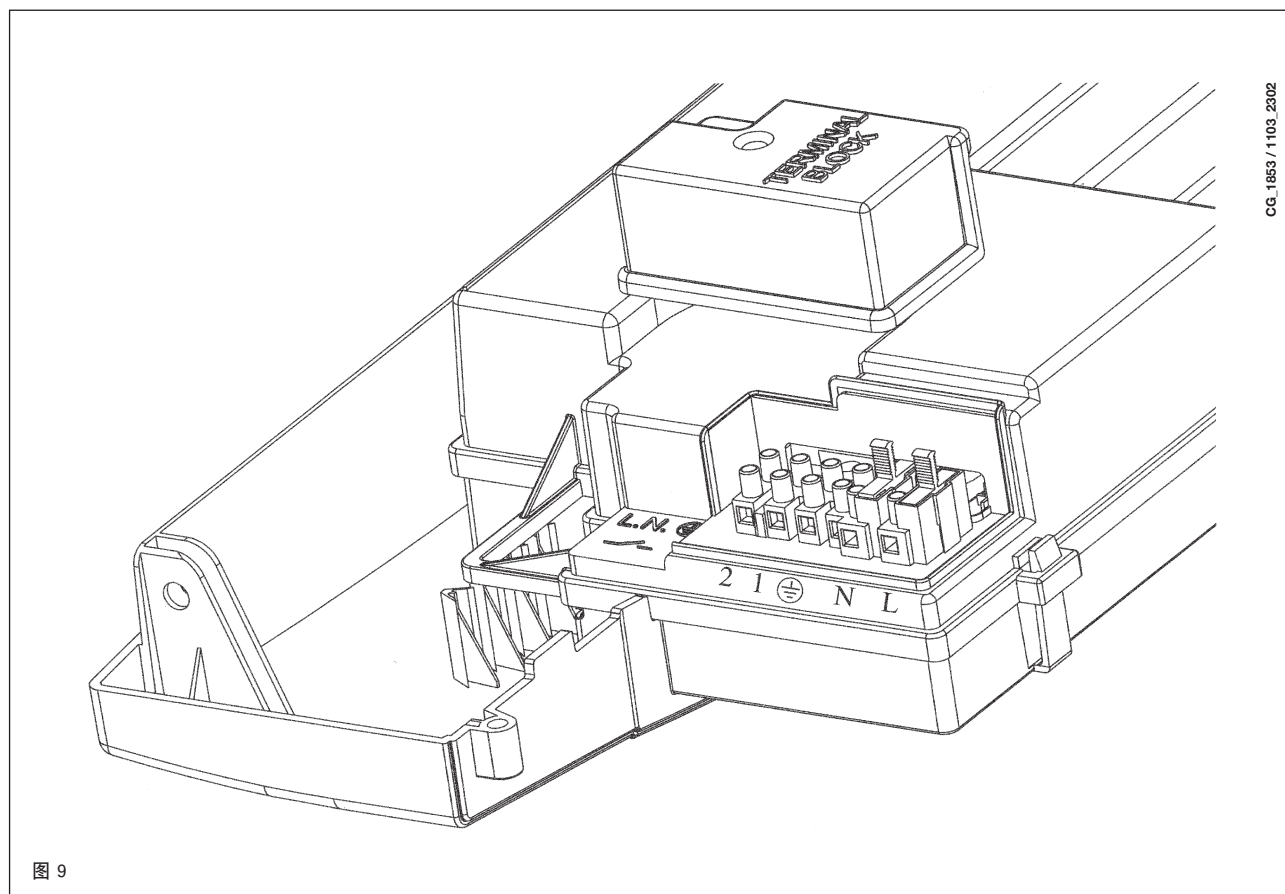

图 9
- * 打开外盖，露出接线区域（图9）。
- * 如前节所述，打开电源端子排(图9)；